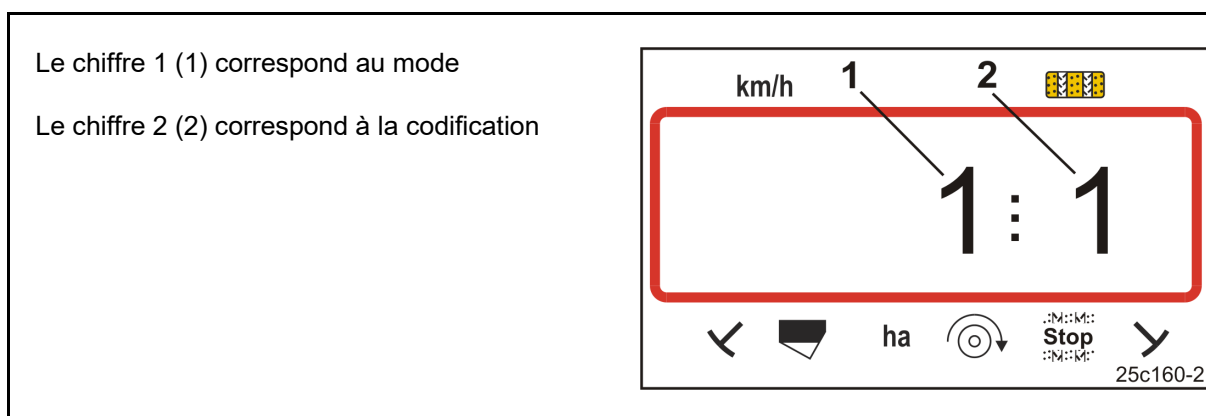

Fig. 20
Le terminal de commande requiert la saisie des données machine sous forme codée (voir Fig. 20).
2. Appuyez sur la touche  jusqu'à ce que le mode souhaité (Fig. 20/1) soit affiché.